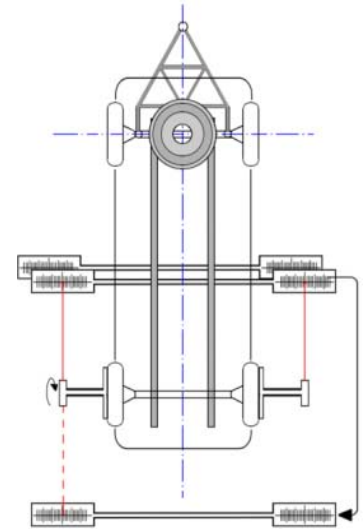

Рис.22
• Затем переместите шкалу на другую отметку на измеряемой оси (Рис. 22).